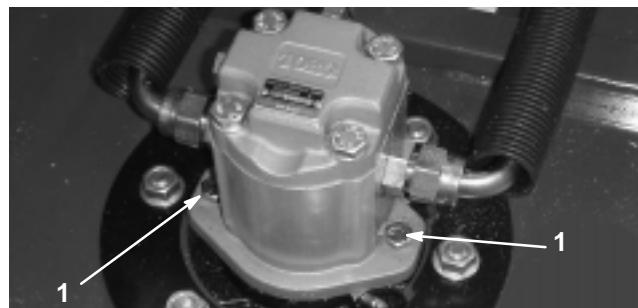

Figure 9
2. Débranchez et retirez le moteur hydraulique du plateau de coupe (Fig. 9). Couvrez le dessus de l'axe pour éviter toute contamination.
4. Posez le moteur hydraulique sur le plateau de coupe (Fig. 9). Vérifiez que le joint torique est en place et n'est pas endommagé.